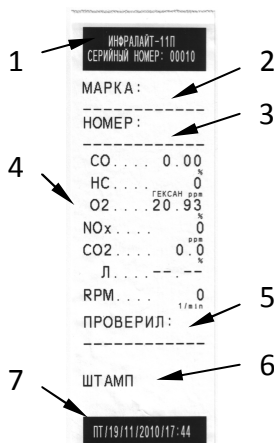

Рисунок 10.9. Чек
При печати в режиме «ИЗМЕРЕНИЕ» на распечатке дублируются показания прибора, отображенные на дисплее (рис. 10.9). Распечатка разбита на следующие поля: заголовок, содержащий наименование прибора и его серийный номер (1), поле для записи оператором марки проверяемого автомобиля (2), поле для записи гос. регистрационного номера испытуемого автомобиля (3), поле с результатами измерений (4), место подписи проверяющего (5), место штампа (6), поле даты и времени (ДЕНЬ/ЧИСЛО/МЕСЯЦ/ГОД/ВРЕМЯ) проведения испытаний (7).